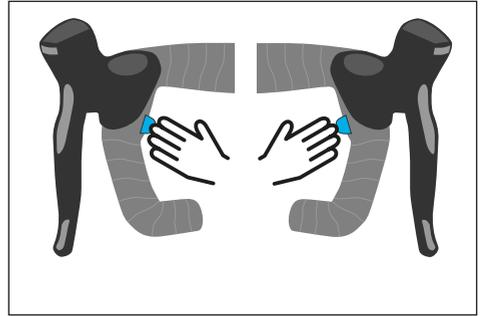

Abb. 4: Auswahl des Unterstützungsmodus mit der HPR Single Button Remote
- Mit einem **kurzen** Druck auf die rechte Taste der HPR Single Button Remote (siehe Abb. 4) oder mit der optionalen Taste einer elektronischen Schaltung (siehe „3.8.2 Schaltung“ & „3.8.3 Reichweite“) erhöhen Sie den Unterstützungsmodus.
- Mit einem **kurzen** Druck auf die linke Taste der HPR Single Button Remote (siehe Abb. 4) oder mit der optionalen Taste einer elektronischen Schaltung (siehe „3.8.2 Schaltung“ & „3.8.3 Reichweite“) verringern Sie den Unterstützungsmodus.